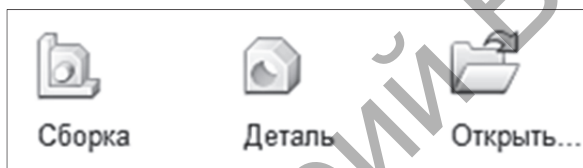

Рисунок 11.1
1. Для создания модели новой детали выполните команду «Файл→Создать» или на стандартной панели щёлкните на кнопке «Создать» и в открывшемся окне в качестве типа нового документа выберите вариант «Деталь» (рис. 11.1).